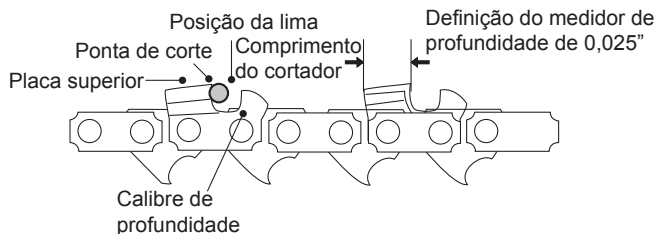

Fig. 46
9. Utilize um instrumento de medição de indicador de profundidade para verificar a altura do medidor de profundidade. A maior parte dos fabricantes de ferramentas de renome fornece bitolas de medição de calibre (Fig. 46).